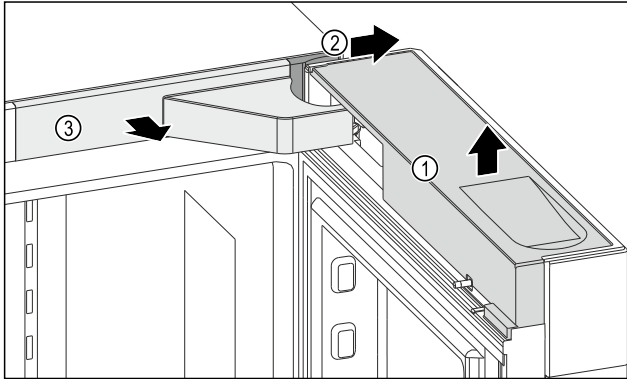

Fig. 11
- ▶ Зніміть кожух Fig. 11 (1).
- ▶ Зніміть кожух Fig. 11 (2).
- ▶ Зніміть кожух Fig. 11 (3).